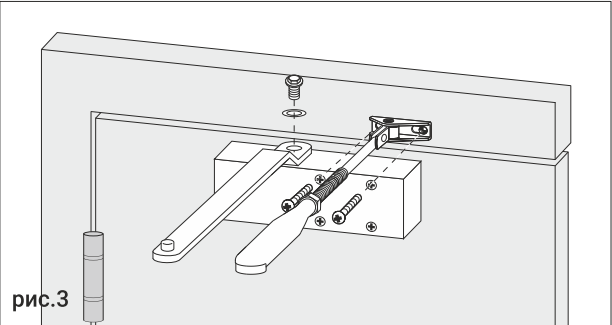

рис.3
2. Установите на дверной доводчик складной разъемный рычаг, предварительно разъединив его для удобства установки. Нерегулируемую по длине часть рычага установки и зафиксируйте винтом М6, как показано на рис.3. Закрепите “башмак” регулируемой части рычага винтами М5 (шурупами) как показано на рис.3.